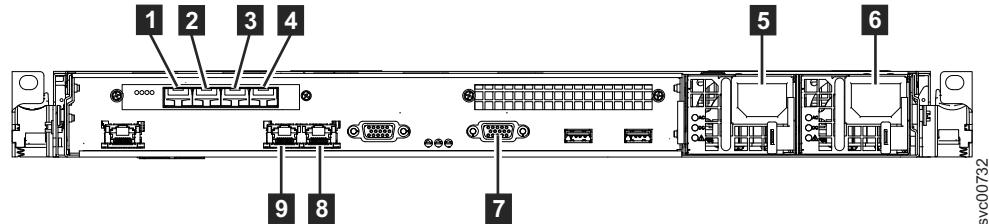

图 34. SAN Volume Controller 2145-CG8 后部的接口
1. 将以太网电缆连接到以太网端口 1（如第 35 页的图 34 中的 9 所示）和以太网端口 2（如 8 所示）。